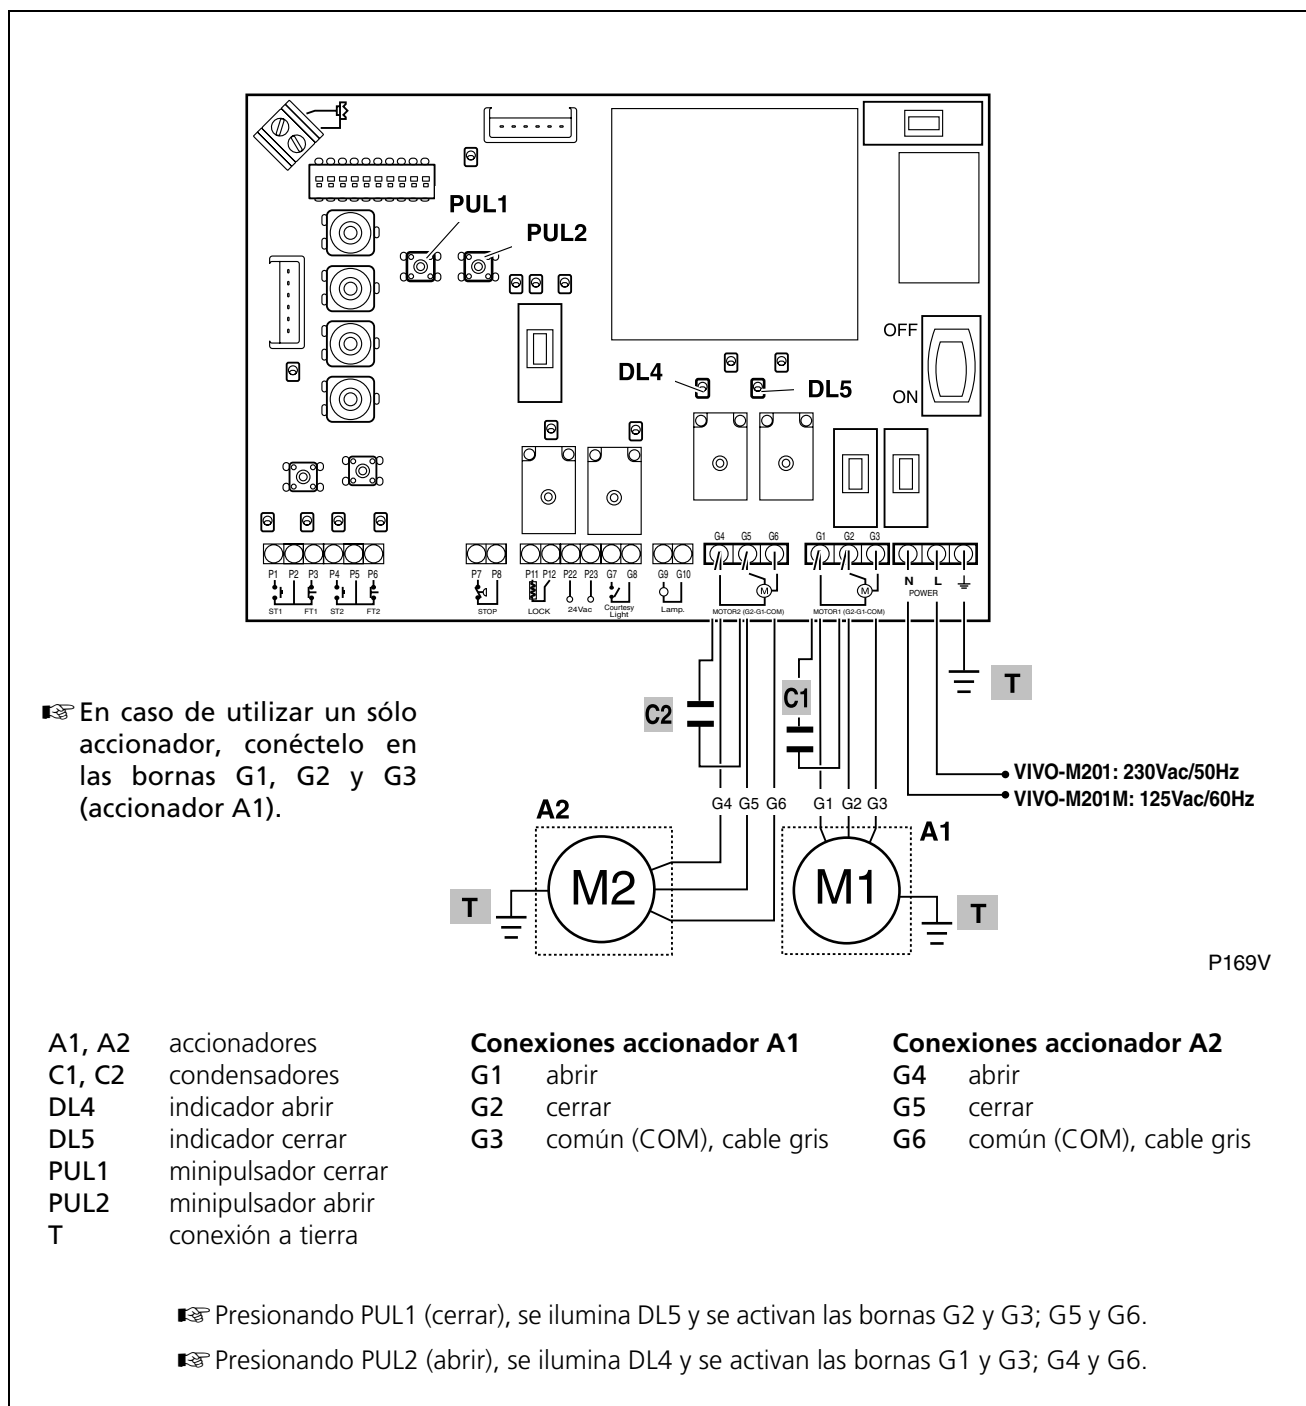

Fig. 3 Conexión de la alimentación y de los accionadores
- ☞ Si el sentido de giro de alguno de los accionadores no es correcto, intercambie los cables de conexión (G1 y G2) de dicho accionador (para más información, vea "Fig. 3 Conexión de la alimentación y de los accionadores" en la página 9).
☞ Si utiliza el cuadro de maniobra con un solo accionador (accionador A1, vea Fig. 3 en la página 9), los tiempos correspondientes al accionador A2 deben ser cero. Para ello, en lugar de realizar los pasos 4, 5 y 6, pulse ST1 tres veces seguidas (dos veces con DIP8=OFF).